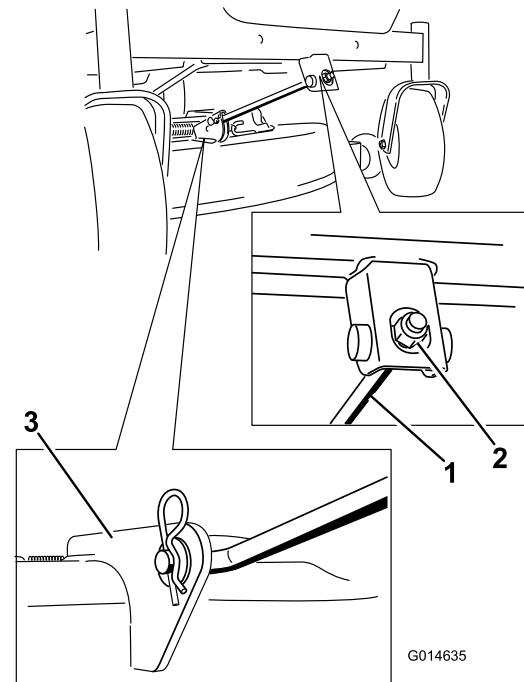

Bild 66
5. Entfernen Sie den Splint von der vorderen Stützstange und entfernen Sie die Stange von der Mähwerkhalterung (Bild 66).
6. Befestigen Sie die vordere Stützstange mit dem Lastlösenbolzen und Splint am Mähwerk (Bild 66).